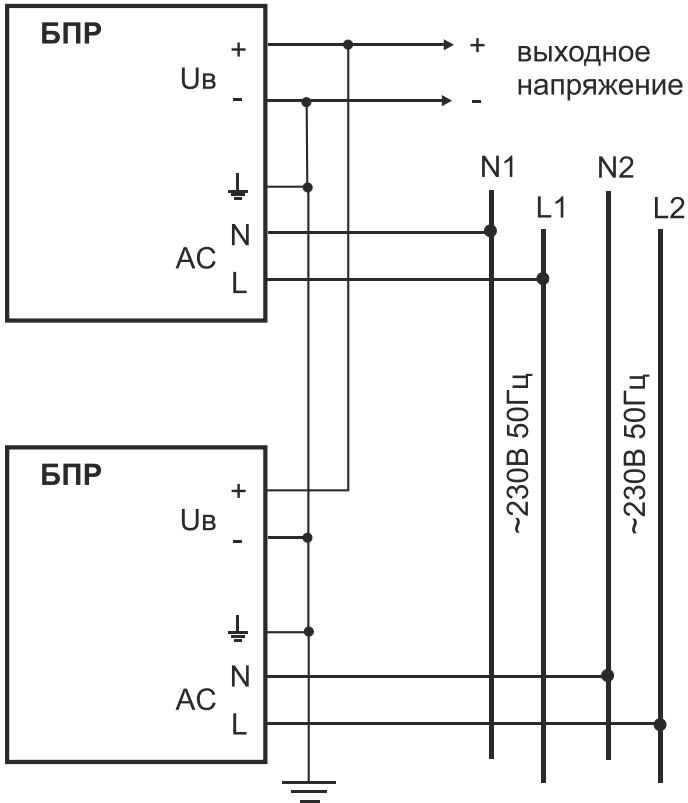

Рис.8 Бесперебойное питание от двух независимых вводов электропитания 230В, 50Гц без применения аккумуляторов
– Для обеспечения бесперебойного питания от двух независимых вводов электропитания 230В, 50Гц **без применения аккумуляторов** собрать схему в соответствии с рис.8. Необходимо учитывать, что максимально возможная выходная мощность при этом не будет превышать максимальную мощность одного блока питания.